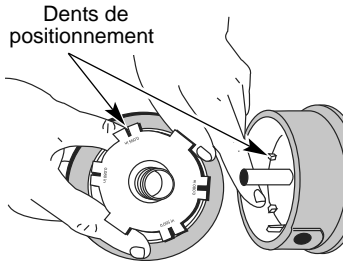

Fig. 33
- Verifiez l'etat d'usure des dents de positionnement sur le moulinet interieur et la bobine exterieure (Fig. 33). Enlevez les barbares ou remplacez le moulinet et la bobine au besoin.